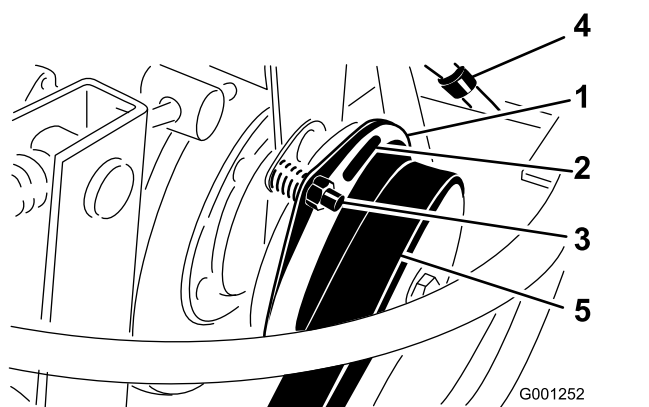

Figura 76
3. Ajuste a folga de modo a permitir a introdução de um calibrador de 0,38 mm entre a cobertura da embraiagem e a placa de fricção (Figura 76).
Nota: Pode reduzir esta folga se rodar a porca de ajuste no sentido dos ponteiros do relógio (Figura 76). A folga máxima é de 0,76 mm. Ajuste as 3 folgas.